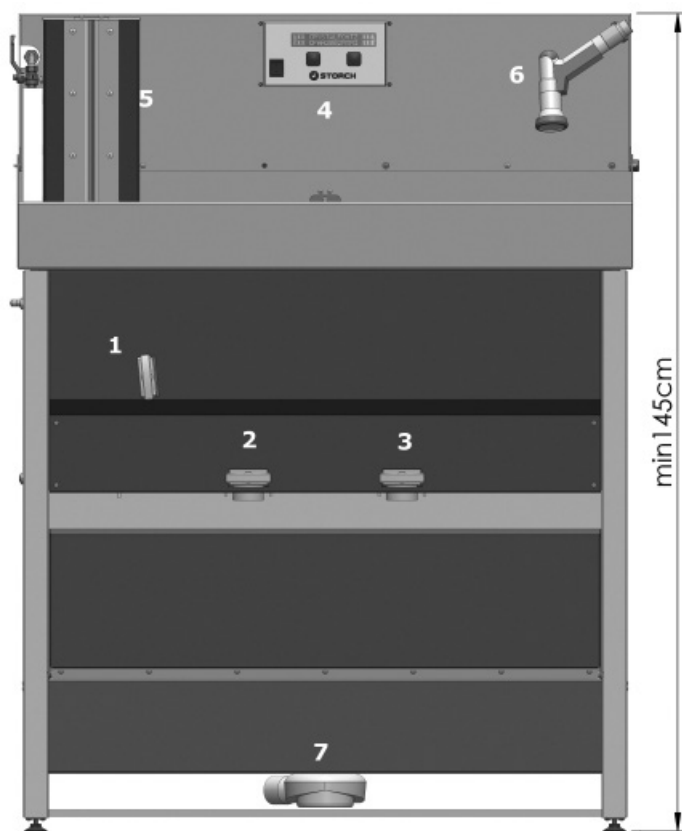

Fig. 1
Dopo l'avvenuto posizionamento dell'impianto, collegare lo scarico (7) incluso nella fornitura Fig. 1, 2 al condotto di scarico dato. Altezza dello scarico dato mass. 100 mm
- nella fornitura (6) Fig. 1
- Pulire rulli in TurboWash (articoli compresi nella fornitura del ColorFree top Set) (5) Fig. 1, 2, 5, 6
- Accendere l'impianto all'interruttore on / off (4) Fig. 1
Ciò può accadere in caso di livello dell'acqua troppo basso nel bacino di reazione. In tal caso si aggiunge dell'aria durante il procedimento di flocculazione che è la causa della spinta ascensionale dei fiocchi. In questa situazione, aprire dopo la flocculazione non lo scarico per l'acqua pulita (1) Fig 1, ma azionare semplicemente il processo „Acqua scaricata“ ed aprire direttamente lo scarico (2) Fig. 1 o (3) Fig. 1, a secondo da quello che viene visualizzato dai comandi.